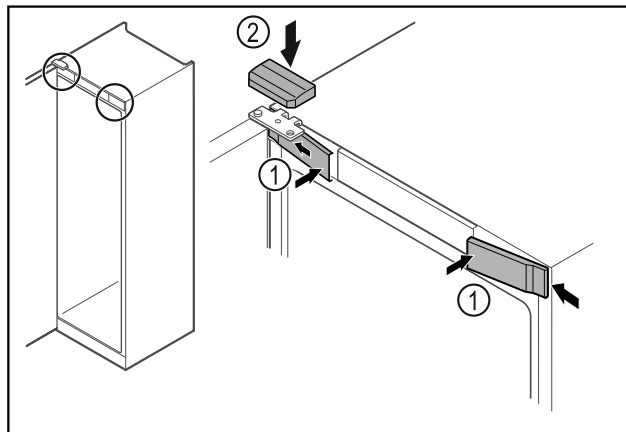

Fig. 68
- ▶ Acroșați apărătorile frontale Fig. 68 (1) lateral și fixați-le în poziție.
- ▶ Fixați în poziție apărătoarea superioară Fig. 68 (2) de sus.